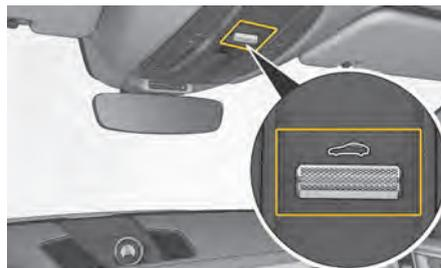

図. 23 サンブラインドの開閉
- ▶ ボタン(図. 23) を押し続けてください。
3. サンブラインドスイッチ(図. 23) を押ししてください。